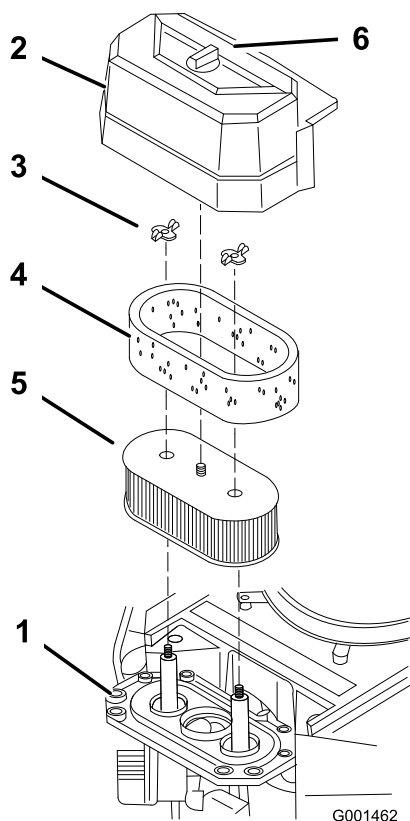

Figura 21
3. Pulite intorno al filtro dell'aria per evitare che la morchia possa penetrare nel motore provocando gravi danni (Figura 21).
4. Svitare la manopola del coperchio e togliete il coperchio del filtro dell'aria (Figura 21);
5. Togliete i 2 dadi ad alette ed estraete il filtro dell'aria completo (Figura 21).
6. Togliete con cautela l'elemento in schiuma sintetica dall'elemento di carta (Figura 21).
1. Non pulite il filtro di carta. Sostituitelo dopo 200 ore di servizio (Figura 21).
1. Infilate con cautela l'elemento in schiuma sintetica sopra l'elemento di carta del filtro dell'aria (Figura 21).
2. Montate il filtro dell'aria completo sulla relativa base, e fissatelo con i 2 dadi ad alette (Figura 21).
3. Montate il coperchio del filtro dell'aria e serrate la manopola del coperchio (Figura 21).